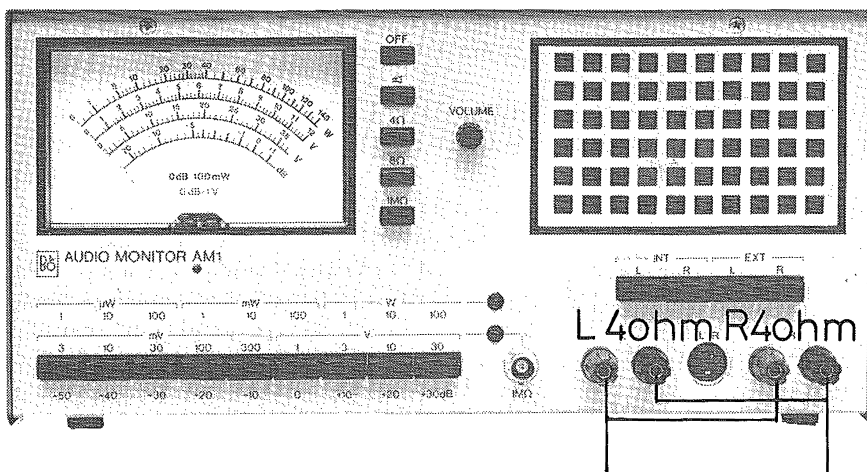
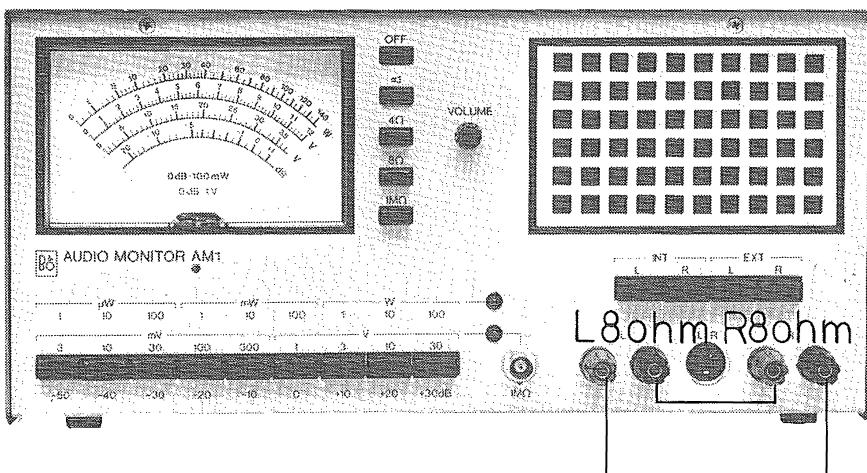

Fig. 4
Fig. 5
Den ønskede belastningsimpedans vælges med funktionsomskifteren (6) til henholdsvis 2 x 4 ohm eller 2 x 8 ohm. Samtidig tændes indikatorlampen (13). Ved omkobling af indgangene er det endvidere muligt at opnå en belastningsimpedans på 1 x 2 ohm (fig. 4) eller 1 x 16 ohm (fig. 5). I så fald måles der kun på den ene kanal, hvorfor måleresultatet skal multipliceres med 2.